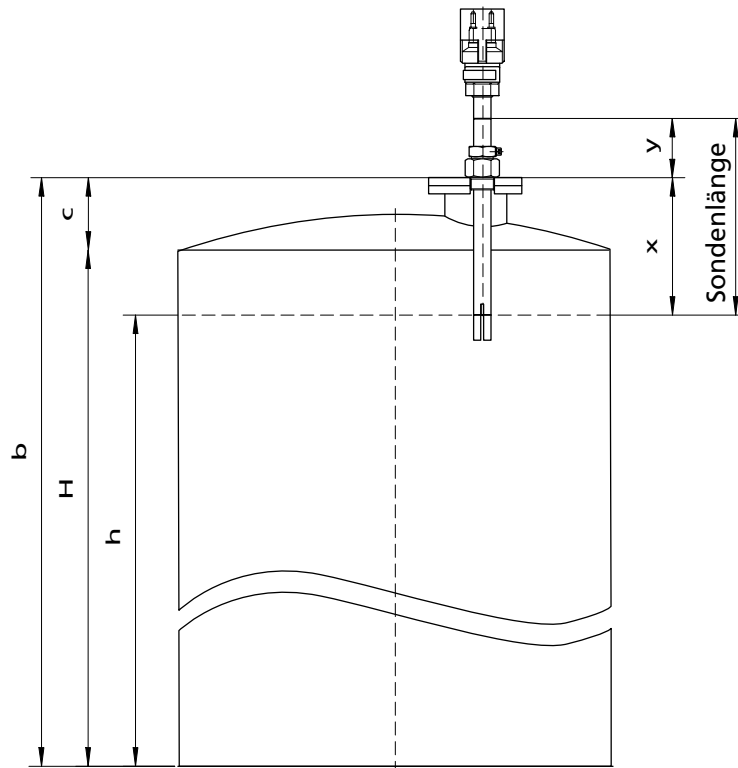

Abb. 1d: Tanks nach DIN 4119
Die sich aus dem zulässigen Füllungsgrad ergebenden Ansprechhöhen für die Tanks nach DIN 4119 sind nach Abb. 1d zu ermitteln.
Bestimmung der Einstellmaße „x“ bei Tanks nach DIN 4119, Abb. 1d:
4. Errechnen des Einstellmaßes „x“ gemäß Abb. 1d: